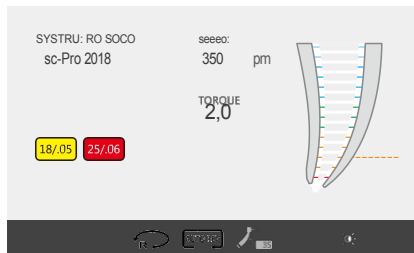

Abb. 29 Apex-Position einstellen
- Drücken Sie die SET-Taste; das Symbol für die Apex-Einstellung wird aktiv (Abb. 29)